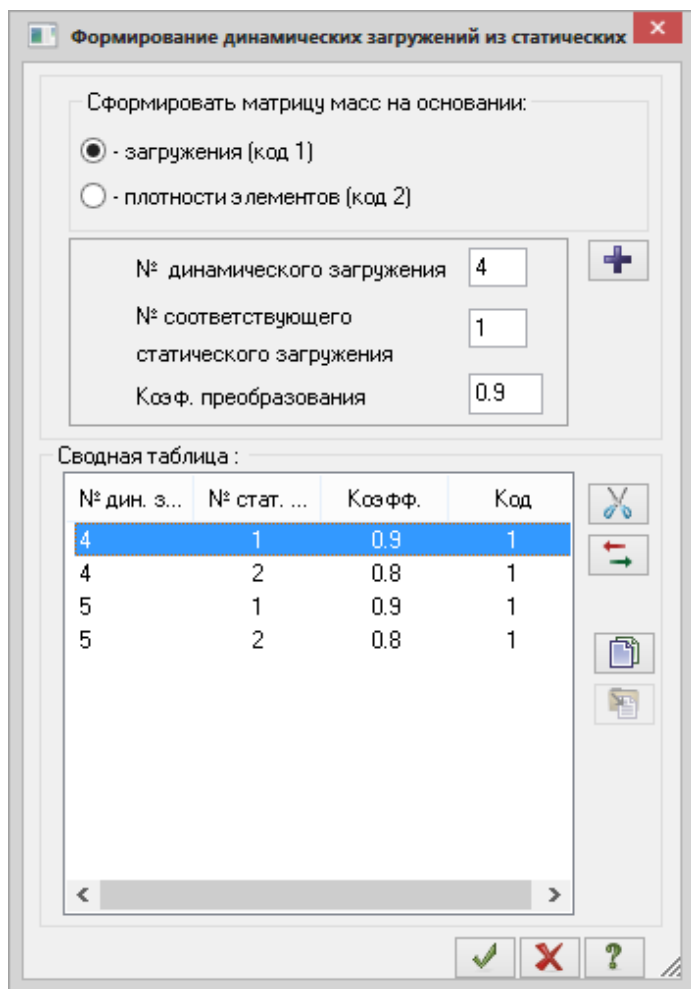

Рис.3.22. Диалоговое окно **Формирование динамических нагрузок из статических**
- Вызовите диалоговое окно **Формирование динамических загрузений из статических** (рис.3.22)